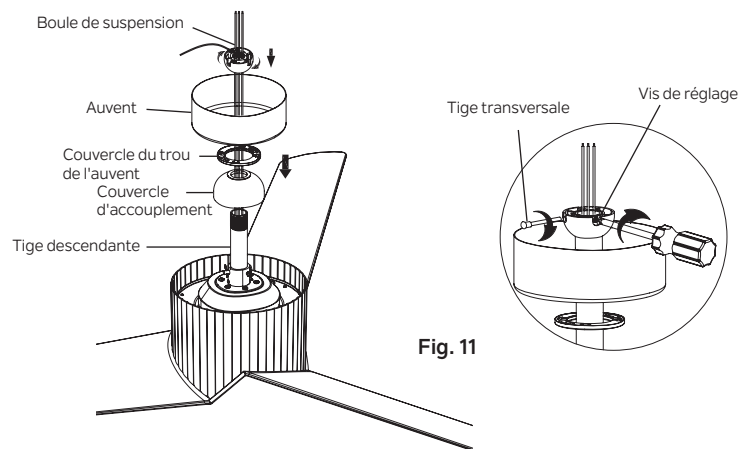

Fig. 11
Étape 5. Glissez le couvercle du couplage, le couvercle de l'orifice de l'auvent et le couvercle sur la tige descendante. Réinstallez soigneusement la boule de suspension sur la tige descendante. Assurez-vous que la tige transversale est dans la bonne position et que la vis de réglage est serrée et que les fils ne sont pas tordus. (Fig. 11)